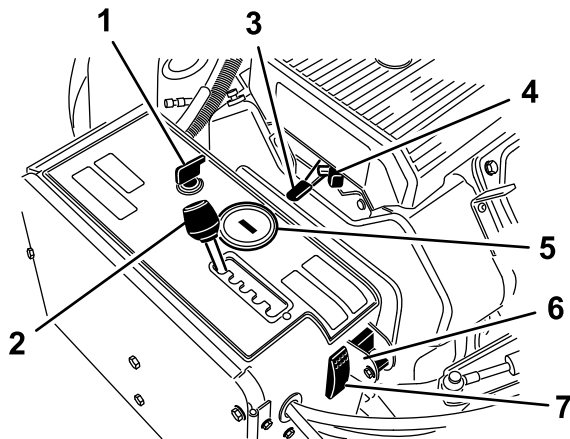

Figura 14
El interruptor de encendido (Figura 14) se utiliza para arrancar y parar el motor. El interruptor tiene 3 posiciones:
Mueva la palanca de espaciado de aireación (Figura 14) a la posición de espaciado deseada o a T para el transporte.
Utilice la palanca del acelerador (Figura 14) para controlar la velocidad del motor. Mueva la palanca del acelerador hacia delante para aumentar la velocidad del motor (posición de RÁPIDO) y hacia atrás para
- Cuando el motor se apaga, el contador de horas/taquímetro (Figura 14) muestra el número de horas que ha estado funcionando el motor
Utilice el estárter si el motor está frío (Figura 14).
Baje el interruptor para desactivar la función TrueCore (Figura 14). Retire el perno para acceder al interruptor de seguimiento manual.
Pulse el interruptor de reinicio del sistema (Figura 14) para elevar el cabezal de perforación si la máquina deja de responder (por ejemplo, si la máquina se queda sin combustible).